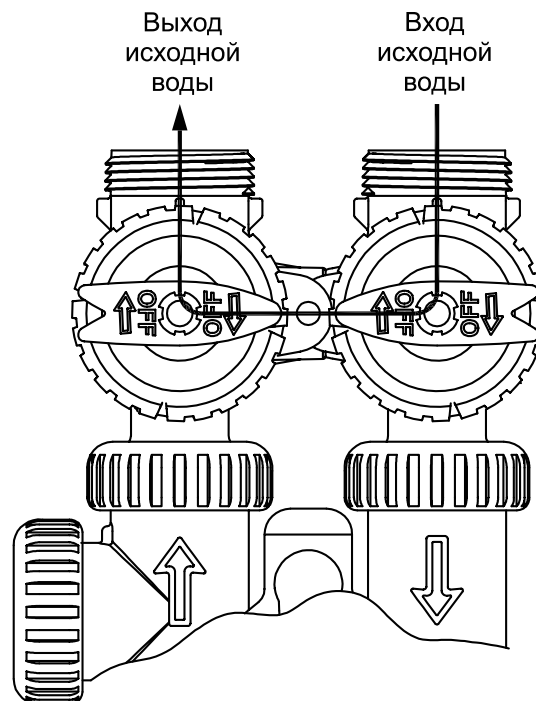

Рисунок 3
- 3. Положение «Диагностика»:** Ручка Вход устанавливается в соответствии с направлением стрелки на управляющем клапане, а ручка Выход направляется к центру клапана байпаса; воды из системы поступает в управляющий клапан, но вода из клапана не выходит в систему трубопроводов. (См. Рисунок 3).